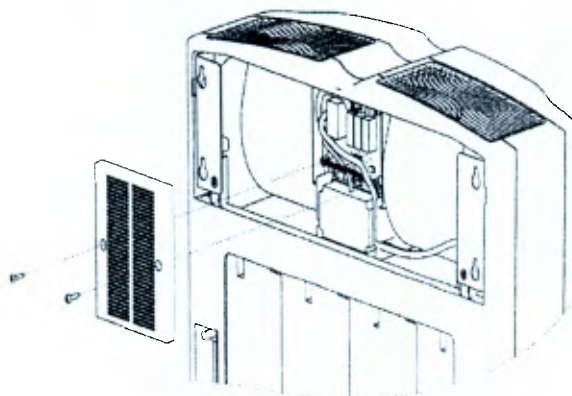

Рисунок 23. Крышка блока электрики
12. Открутите 2 винта, фиксирующие крышку блока электрики, и снимите ее (Рисунок 23).